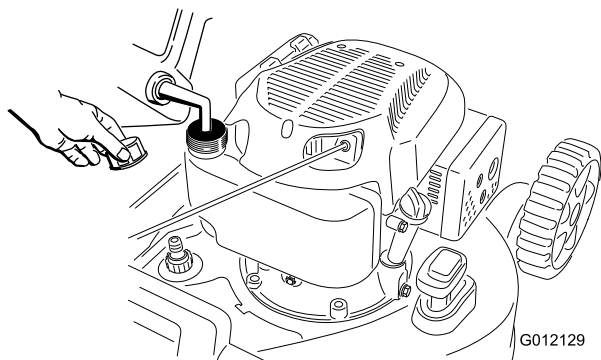

Figure 8
1. Nettoyez la surface autour du bouchon du réservoir de carburant et enlevez le bouchon (Figure 8).